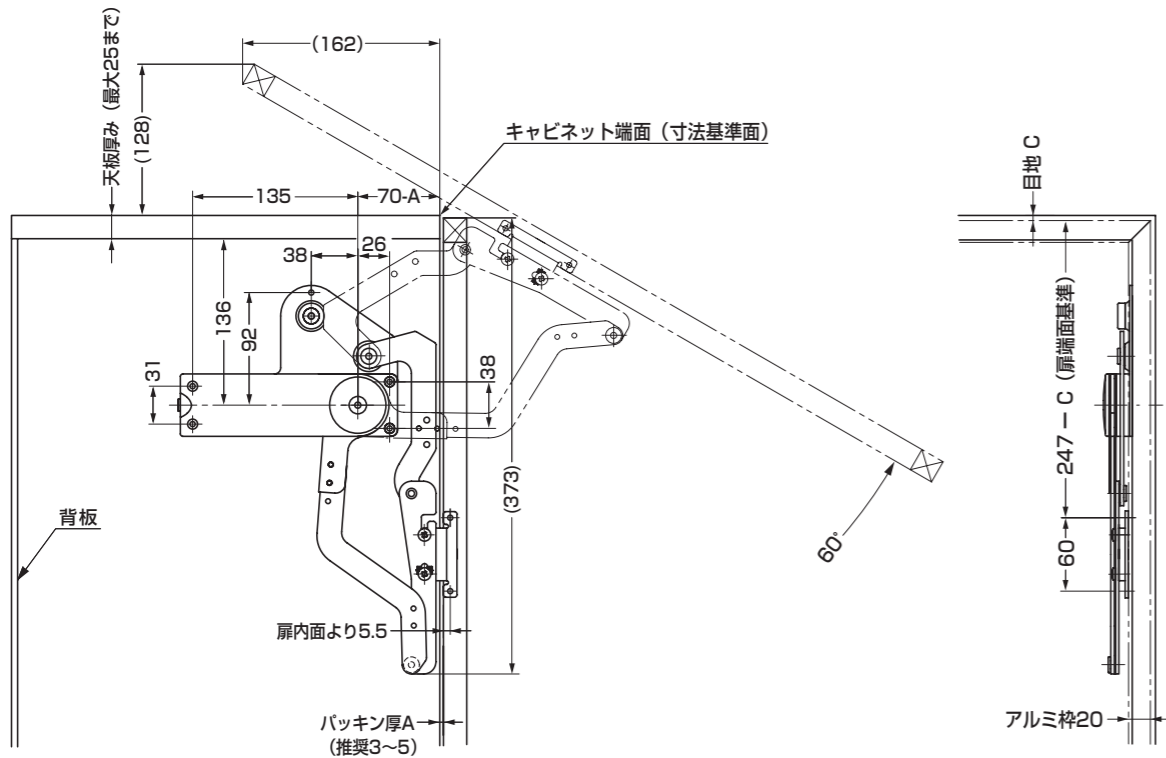

図 4. 20mm 幅アルミ枠取付寸法図
手順 4 SLUH-AZ ⑦ を扉裏面の規定位置 (図 4. 参照) に取り付けます。取付ねじは付属していませんので別途ご用意ください。(推奨 M3.5 ~ 4)